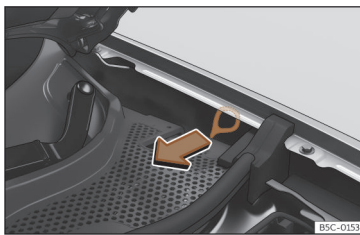

Fig. 59 Entre la aleta izquierda y la bisagra del capó del motor: Tirador para el desbloqueo manual de emergencia del conector de carga.
El tirador para el desbloqueo manual de emergencia se encuentra en el lado izquierdo del vano motor, encima de la toma de carga >>> fig. 59.
- Tire del tirador >>> fig. 59.